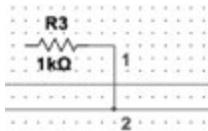

图 1.1.6 电路节点与交叉点比较
(1) 导线的连接: 将光标移动到元器件引脚处会出现带圆点的十字光标, 单击引出导线, 将光标移动到目的元器件引脚处, 该端点变红后单击, 完成导线的连接。如需控制导线走线位置, 可在关键处单击以添加导线拐点, 直至目的元器件引脚处, 单击结束导线走向。也可使用快捷键  $Ctrl+Shift+W$  使光标变为十字图形, 单击导线需要放置的地方即可引出导线, 再次单击, 结束导线的放置。
(2) 导线的删除: 单击选中该导线, 导线端点及折角处显示蓝色小方框即该导线被选中, 按  $Delete$  键删除导线。
(3) 导线编号的显示: 执行菜单命令  $Edit> Properties> sheet visibility> net names> show all$ , 显示导线编号。
(4) 节点的使用与添加: 节点作为导线的端点或交叉连接点, 在电路工作区上是一个实心小圆点, 如图 1.1.6 中 2 点所示。而图 1.1.6 中 1 点位置的两条导线仅为交叉布线, 并未连通。如需将该处导线连通, 可选择绘制(Place)->结(Junction)拖出节点, 放置